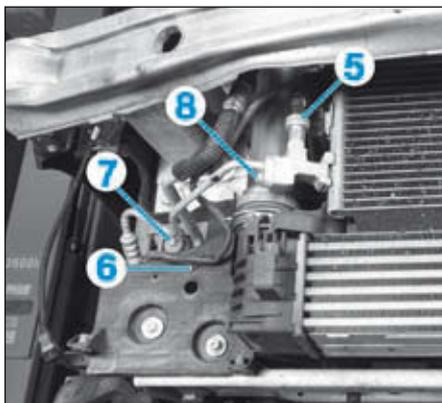
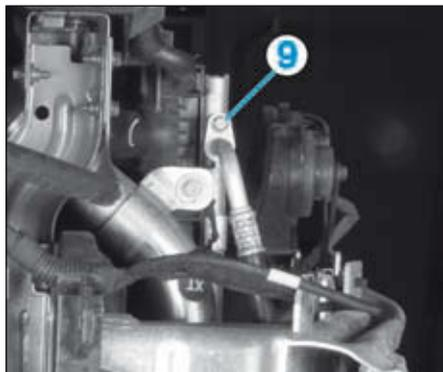

FIG.100
FIG.101
- Débrancher le connecteur du pressostat de climatisation (5) (Fig.100).
- Dégrafer le faisceau (6).
- la vis de bride (7),
- les vis de fixation des tuyaux de climatisation (8) et (9) (Fig.101).